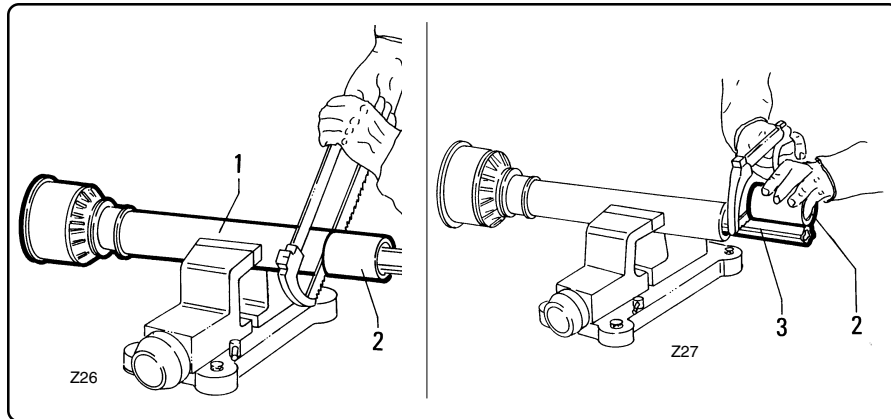

fig. 4.3.2
- *First cut shield "1" fig. 4.3.2 and, use part "2" as a reference to cut the splined shaft.*
- Couper d'abord la protection "1" fig. 4.3.2 et utiliser le tronçon "2" comme référence pour la coupe de l'arbre cannelé.
- *Zunächst den Schutz "1" Abb. 4.3.2 der Gelenkwelle durchsägen. Das abgesägte Stück "2" als Bezug für das Absägen der Keilwelle verwenden.*